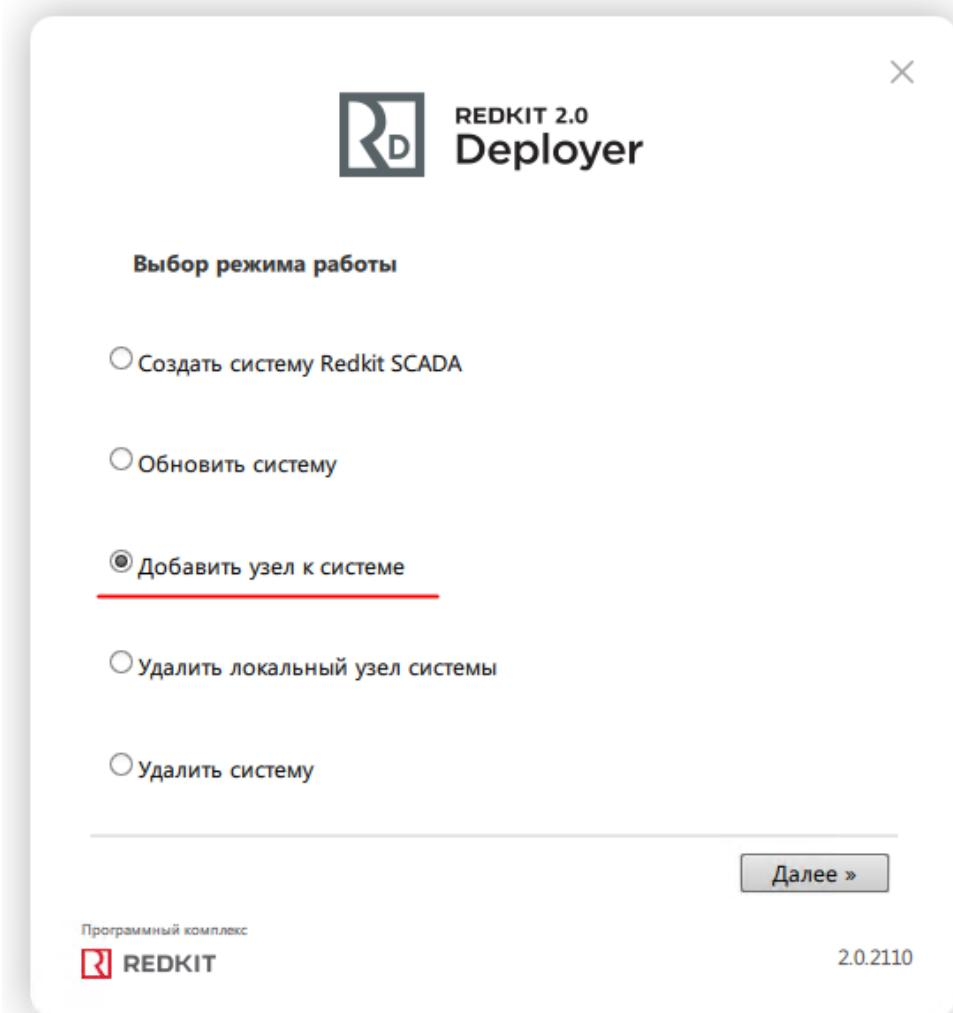

Рисунок 34 - Выбор режима работы
5. Выберите режим работы "Добавить узел к системе" и нажмите "Далее" (Рисунок 34).